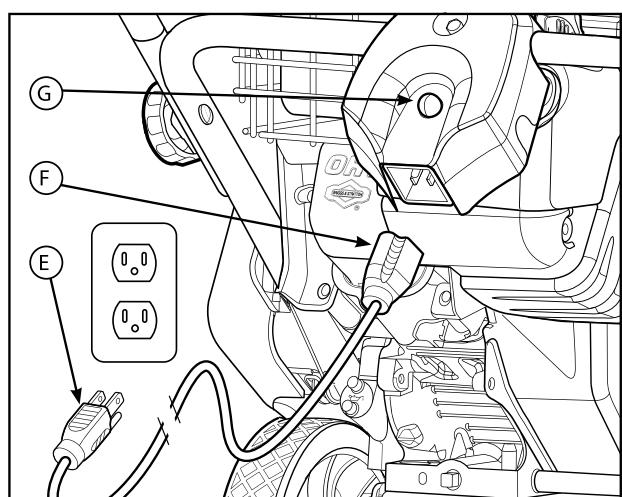

Рис. 6
- Электрический запуск:** Сначала присоедините удлинитель (E, рис. 6) к розетке питания (F), а затем вставьте в стенную розетку. Если требуется дополнительный удлинитель, убедитесь в том, что он трехпроводной.
- Электрический запуск: Нажмите на кнопку включения стартера (G). После запуска двигателя сначала отсоедините удлинитель от стенной розетки, а затем от розетки питания.